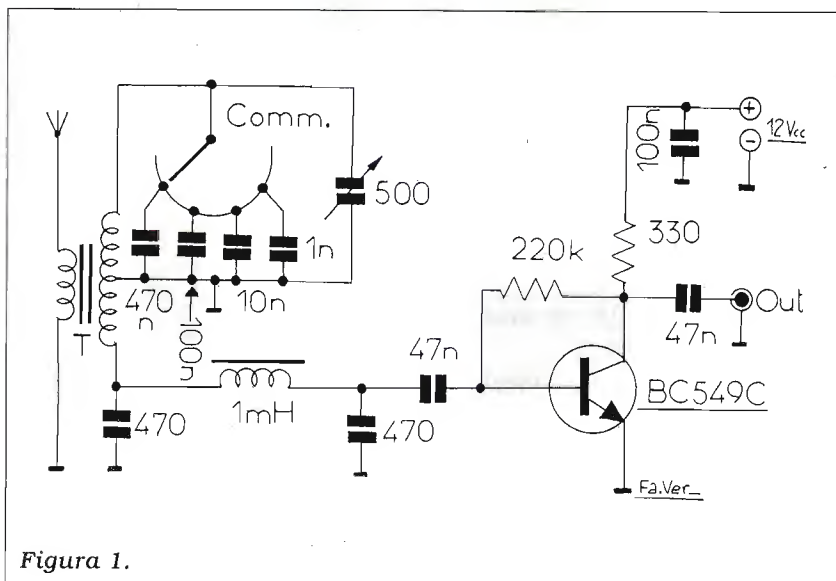

Figura 1.
Caro Piero, un buon preselettore VLF, tra l'altro un po' diverso dal consueto, è schematizzato in **figura 1**. L'induttore del circuito d'ingresso è... gentilmente messo a disposizione da un trasformatore d'uscita per finali audio in push-pull (T). Il secondario fornisce l'avvolgimento d'antenna; il secondario forma, con un gruppo di condensatori commutabili, un primo circuito accordato, sintonizzabile con precisione mediante un variabile da 500 pF. L'altra metà induce il segnale VLF su un filtro passabasso a pi greco che è collegato alla base del transistor amplificatore, un BC549C collegato a